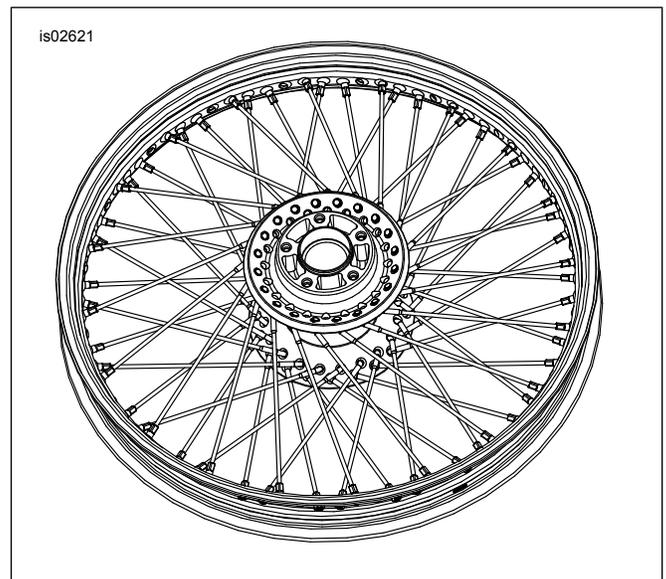

Abbildung 7. Äußere Speichen einbauen (21-Zoll-Rad abgebildet)
7. Siehe Abbildung 7. Die Felge umdrehen, damit die Bremsscheibenseite nach **unten** zeigt. Eine beliebige Speiche der **äußeren** Reihe in die Nabe stecken. Die Speiche gegen den Uhrzeigersinn anwinkeln und in das zu deren Aufnahme entsprechend angewinkelte Felgenloch stecken. Den Speichennippel lose zusammenbauen.